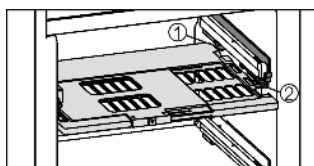

Fig. 6
- ▶ Установка пластины регулировки влажности: поперечные ребра крышки на пластине вставить через низ в задний держатель Fig. 6 (1) и защелкнуть спереди на держателе Fig. 6 (2).